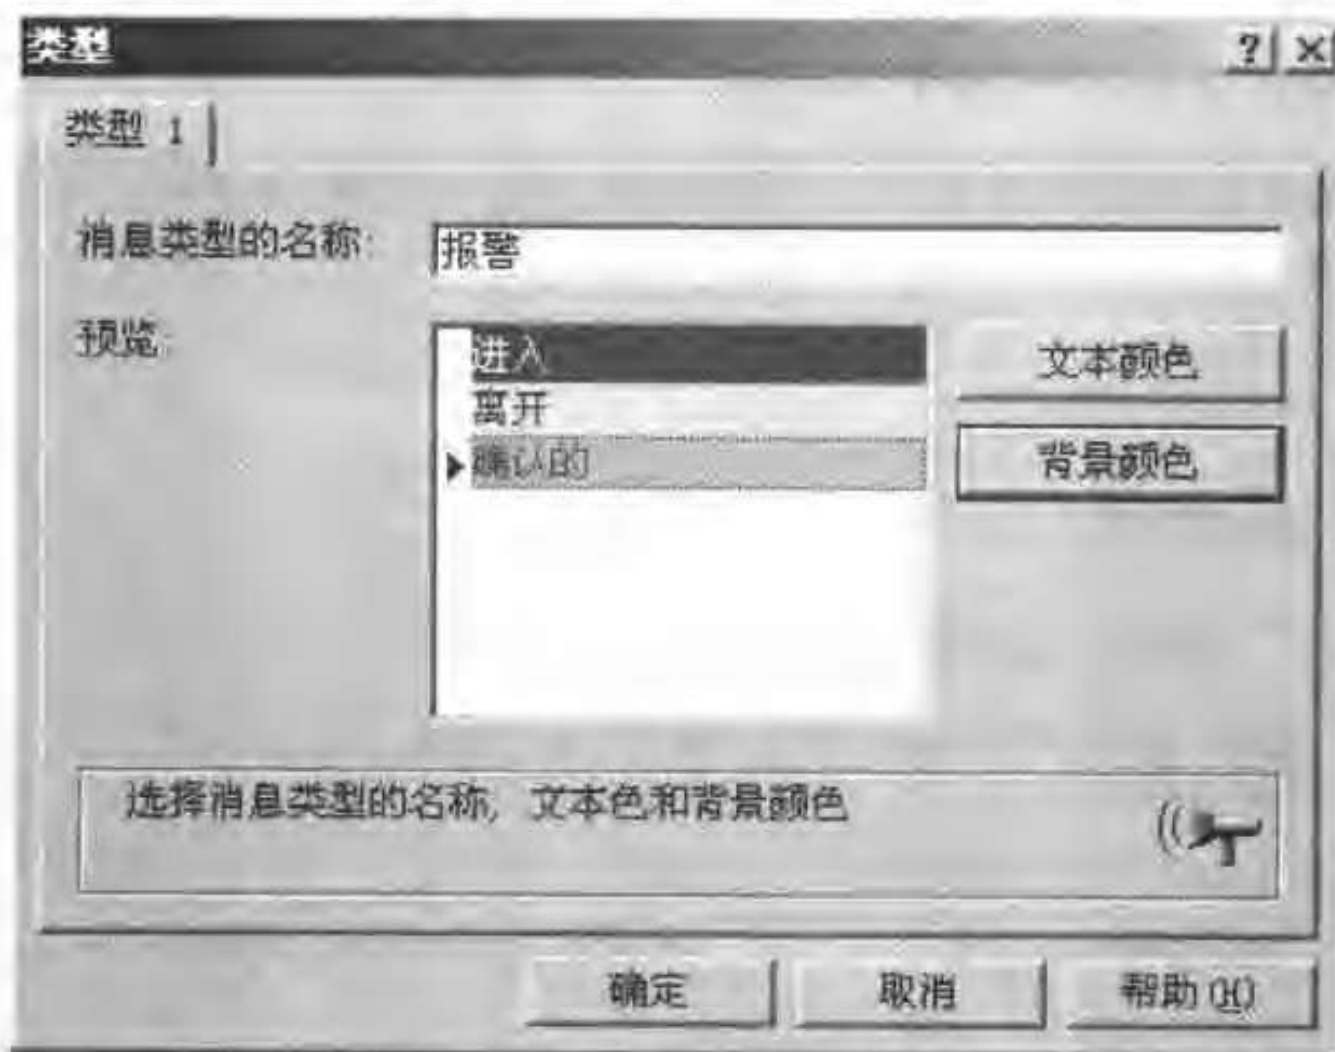

图 8-4 组态报警颜色
- 在快捷菜单中选择“属性”菜单项,如图 8-3 所示。在打开的“类型”对话框中将组态不同报警状态的文本颜色和背景颜色,如图 8-4 所示。
- 所组态的报警各状态颜色如图 8-4 所示。单击“确定”按钮，关闭“类型”对话框。